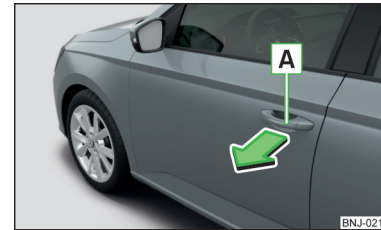

Fig. 39
- » Trageți de mânerul portierei **A** în sensul săgeții » fig. 39.